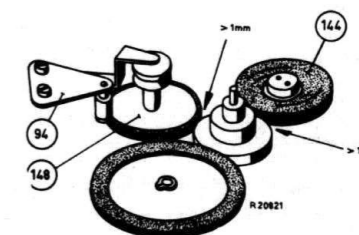

Fig. 41
- In ruststand van het apparaat moet het terugspoeltussenwiel 148 meer dan 1 mm vrij liggen van de motorpoelie, zie fig. 41. Dit is in te stellen door het verschuiven van plaat 94. Het tussenwiel moet ook vrijlopen van de rechterspoelschotel.
- In ruststand moet het opspoeltussenwiel 144 minstens 1 mm vrijliggen van de motorpoelie en van de aandrijfschijf van de rechterspoelschotel (fig. 41). Dit is in te stellen door de lip van beugel 91, die in de uitsparing van spoelstrip 52 valt, te verbuigen.